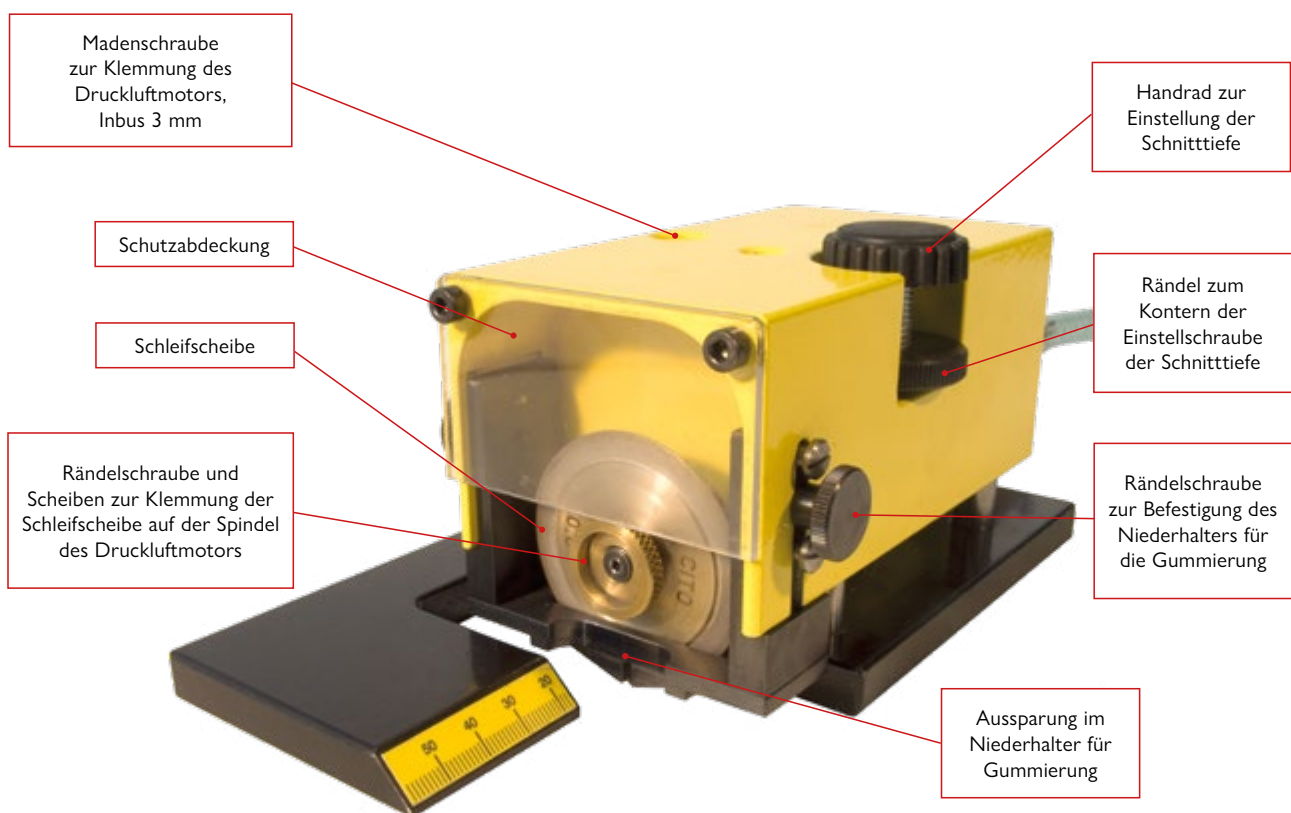

Abb. 2: CG3 Bedienelemente
- Lösen Sie die beiden seitlichen Rändelschrauben zur Fixierung des Niederhalters für Gummierung (Abb. 2).
Mit dem Handrad zur Einstellung der Schnitttiefe (Abb. 2) kann die Tiefe des zu schleifenden Haltepunkts voreingestellt werden. Durch drehen des Handrades im Uhrzeigersinn, wird die Schnitttiefe reduziert, durch Drehen gegen den Uhrzeigersinn wird die Tiefe vergrößert. Mit dem Rändel kann die Spindel des Handrades gegen selbsttätige Verstellung gesichert werden.